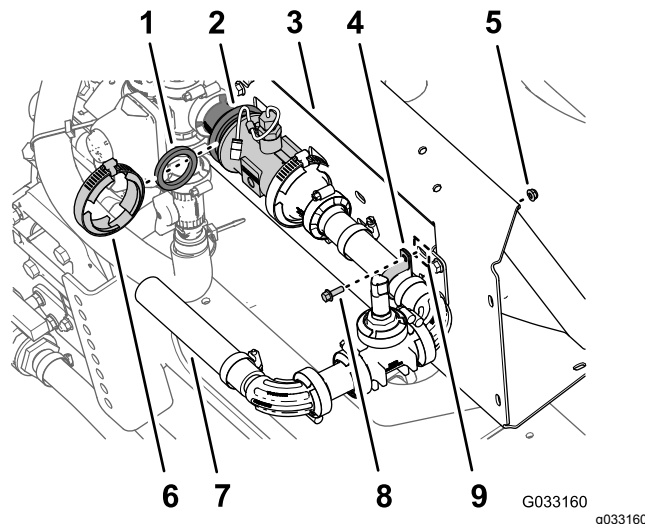

Figura 84
- Allineate la guarnizione (2¼") che avete rimosso nel passaggio 3 di Rimozione del tubo del connettore e dell'adattatore del riduttore (pagina 25) tra il flussometro e l'adattatore del riduttore installato sul lato destro della valvola di comando principale (Figura 84).
- Montate, senza serrarli, la guarnizione, il flussometro e l'adattatore del riduttore (Figura 84) con il morsetto flangiato da 76 mm rimosso al passaggio 2 di Rimozione del tubo del connettore e dell'adattatore del riduttore (pagina 25).
- Fissate il trasduttore di pressione e il collettore all'intaglio nel relativo supporto con un serratubi a R, un bullone a testa flangiata (¼" x ¾") e un dado di bloccaggio flangiato (¼"), come illustrato nella Figura 84.